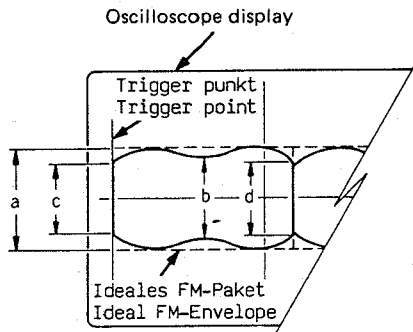

Fig. 1-6-1 FM-Paket / FM envelope
1. Mit der Spurlageeinstellung ist der maximale FM-Ausgangspegel entsprechend (a) in Fig. 1-6-1 einzustellen. Dann sind die Maximal- und Minimal-Pegel (a), (b), (c) und (d) auf die in Fig. 1-6-1 angegebenen Verhältnisse zu prüfen.
1. Set the TRACKING control to obtain the maximum FM envelope output corresponding to (a) level in Fig. 1.6.1. Observe the FM envelope, read the maximum level (a) and the minimum levels (b), (c) and (d).